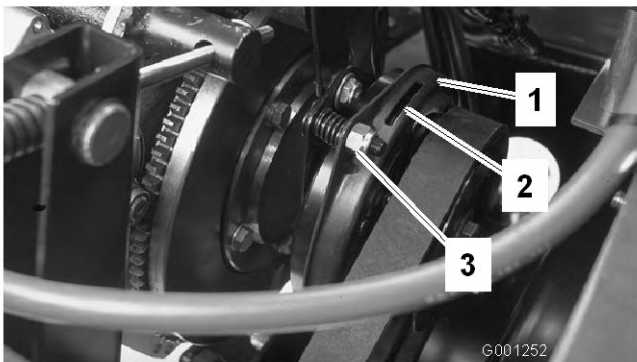

図 66
3. クラッチのライニングと摩擦プレートとの間のギャップを 0.381 mm のすきまゲージを通れるように調整する (図 66)。調整ナットを右に回すと隙間が小さくなる (図 66)。隙間の最大値は 0.762 mm である。3 か所すべてでエア・ギャップ調整を行う。